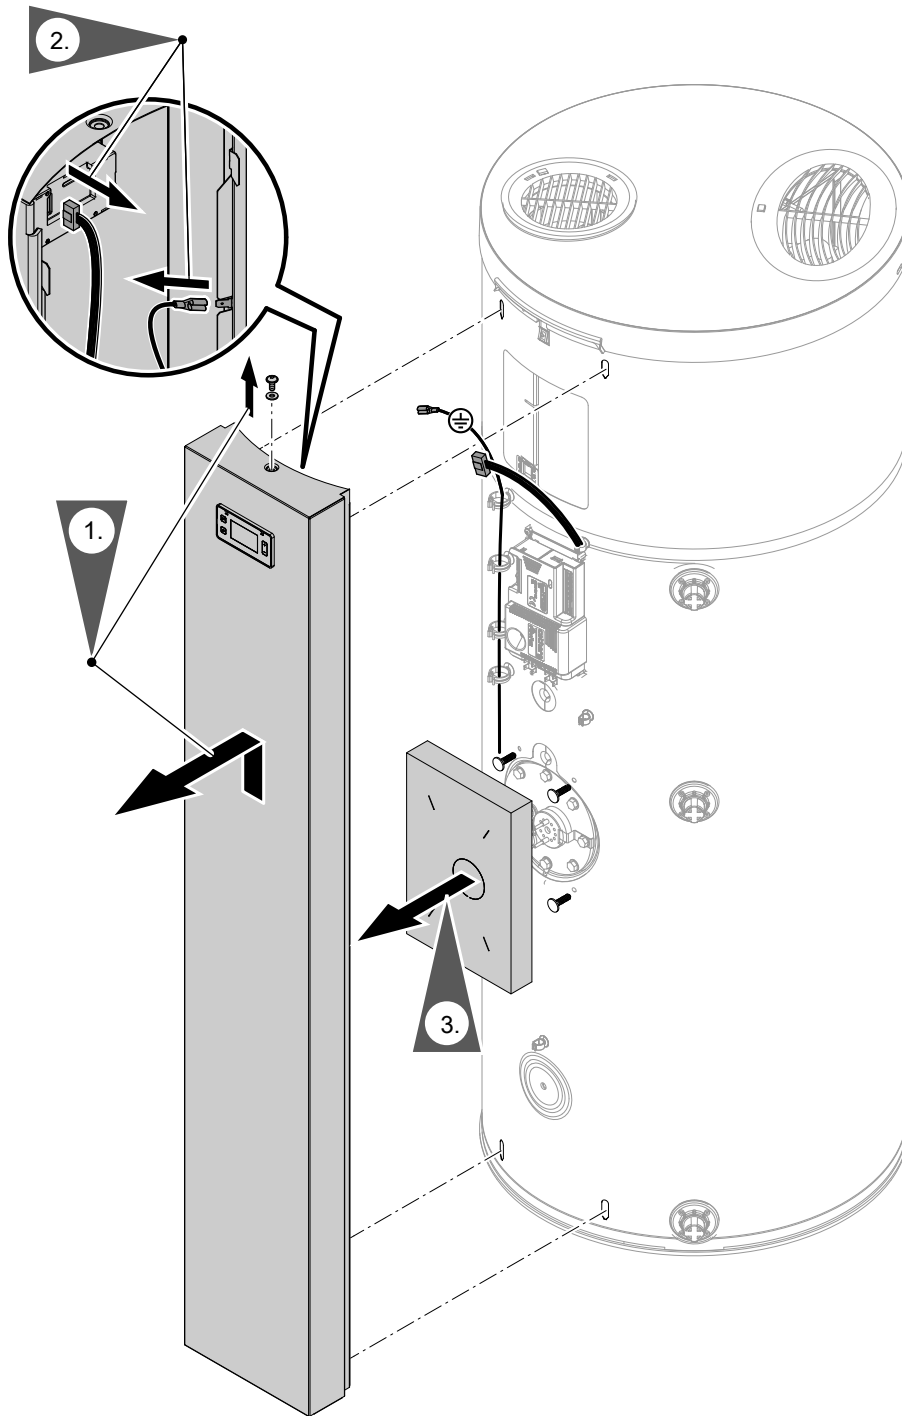

Abb. 27
2. Frontblende abbauen, siehe Abb. 27.
3. Elektrische Leitungen (B) von der Wärmepumpenregelung (A) lösen.
3. Frontblende abbauen, siehe Abb. 27.
| <p>8. Beim Einschieben des neuen Heizelements auf korrekte Position der Aussparung am Kopf des Heizelements achten.</p> <p>9. Anzugsdrehmoment: 25 Nm</p> <p>11. Absperrventil öffnen.</p> | <p>12. Wärmedämmung montieren.</p> <p>13. Frontblende mit Erdungsleitung montieren, siehe Abb. 27.</p> <p>14. Netzspannung einschalten.</p> |
- (A) Wärmepumpenregelung
- (B) Entriegelung:
- (C) Weiß: Entriegelt
- (D) Rot: Verriegelt
2. Frontblende abbauen, siehe Abb. 27, Seite 46.
3. Die rote Entriegelung mit einem Schraubendreher drücken. Die Entriegelung wird weiß (C).
4. Frontblende mit Erdungsleitung montieren, siehe Abb. 27.